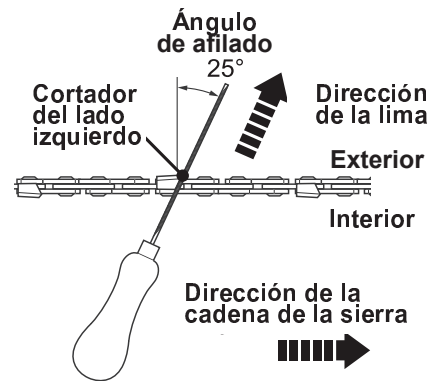

Fig. 47b
- > Utilice la lima redondeada incluida (34), cuyo diámetro es 1,1 vez la profundidad del diente de corte. Asegúrese de que el 20% del diámetro de la lima esté por encima de la placa superior del cortador.
- > Lime en ángulo perpendicular a la barra, y en ángulo de 25° respecto a la dirección de desplazamiento (Fig. 47b).